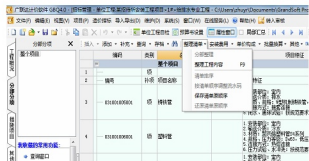
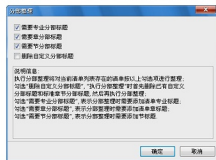

图 3.35 选择分部整理功能
图 3.36 分部整理界面
在分部分项界面整理分部分项清单项,①单击【整理清单】,选择【分部整理】,如图 3.35 所示。②选择按专业、章、节整理,如图 3.36 所示。③清单项整理完成如图 3.37 所示。